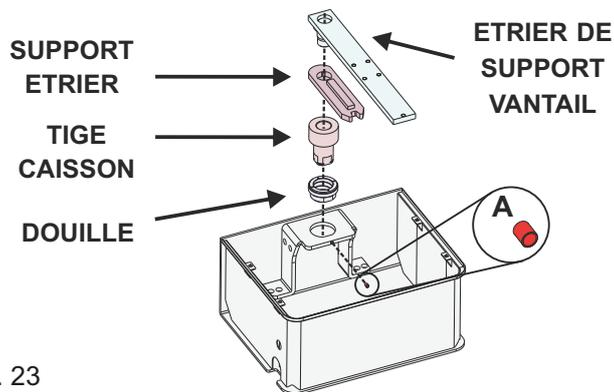

Fig. 23
**6.1.** Insérez la douille coulissante dans le caisson et fixez-la avec la vis appropriée «A» (Fig. 23)
**6.2.** Insérez tous les composants comme indiqué sur la Fig. 23